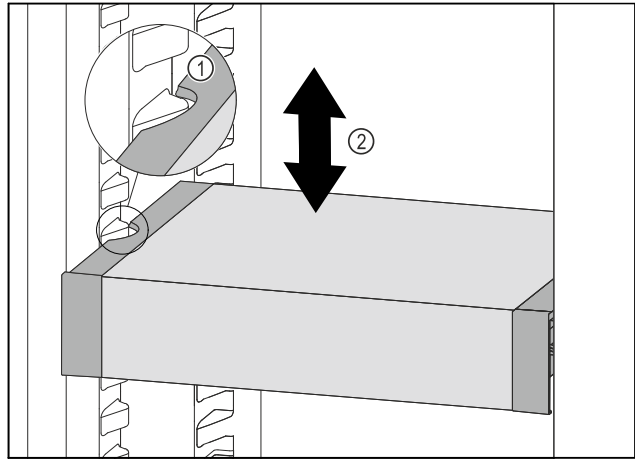

Fig. 179
- ▶ Тяните VarioSafe вперед, пока боковые выемки VarioSafe не окажутся на высоте выступа резервуара в холодильном отделении. Fig. 179 (1)
- ▶ Двигайте VarioSafe в холодильном отделении вверх или вниз, пока не будет достигнута требуемая высота. Fig. 179 (2)